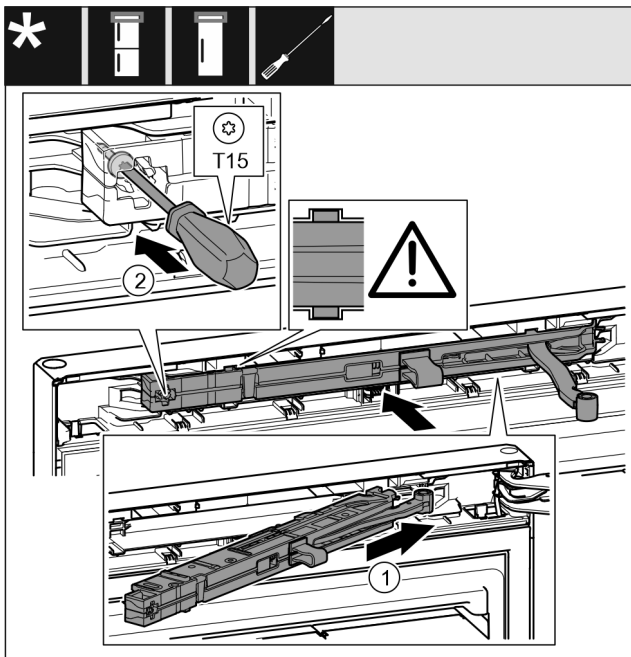

Fig. 22
- Shtyni pjerrtas deri në fund brenda në folë njësinë e amortizatorit të mbylljes Fig. 22 (1), në anën e bazamentit mbështetës.
- Mbërtheni fort vidën Fig. 22 (2) me një kaçavidë.